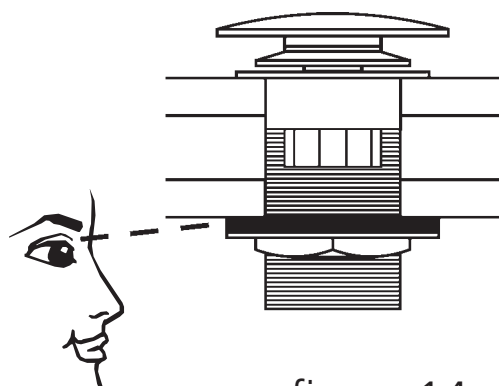

figure 14
20. Remplir la baignoire d'eau jusqu'au trop-plein, puis videz-la tout en inspectant les raccords de vidange situés sous le plancher. Un accès sous la baignoire sera nécessaire pour cette étape (figure 14).